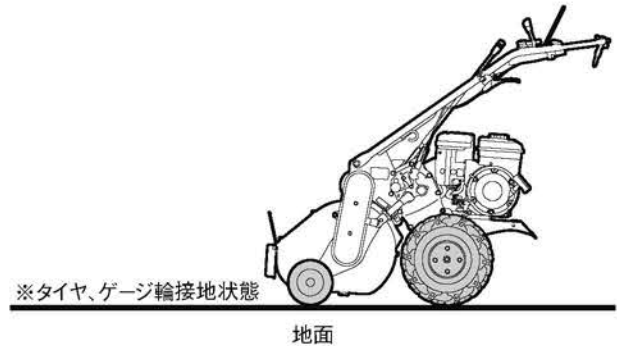

図 4-18 タイヤ、ゲージ輪接地状態
1. 刈高さを最「低」位置にして、タイヤとゲージ輪が接地した状態にします。(図 4-18)